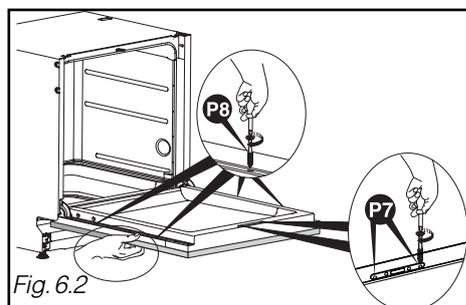

Fig. 6.2
- Encostar o painel de madeira contra a porta (Fig. 6.2).
- Abrir a porta da máquina de lavar roupa pondo o painel contra a porta. Centrar o painel de madeira lateralmente, se for necessário, em relação à faixa de comandos. Colocar os 2 parafusos **P7** e os 4 **P8** (Fig. 6.2).
- Encostar o painel de madeira contra a porta (fig. 6.2 bis).
Fig. 6.2 bis
- Abrir a porta da máquina de lavar roupa mantendo o painel contra a porta. Centrar o painel de madeira lateralmente, se for necessário, em relação à faixa. Pôr os 4 parafusos **P8** (Fig. 6.2 bis).